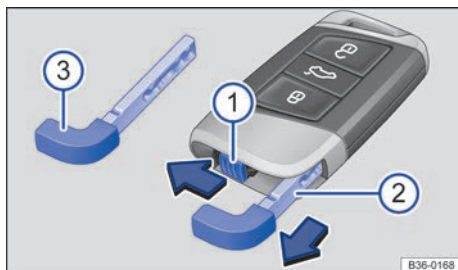

Fig. 52 Llave del vehículo: desbloqueo de la llave de emergencia.
Leyenda de la **fig. 52**:
La llave del vehículo tiene dentro una llave de emergencia → **fig. 52** ③ para desbloquear y bloquear el vehículo manualmente.